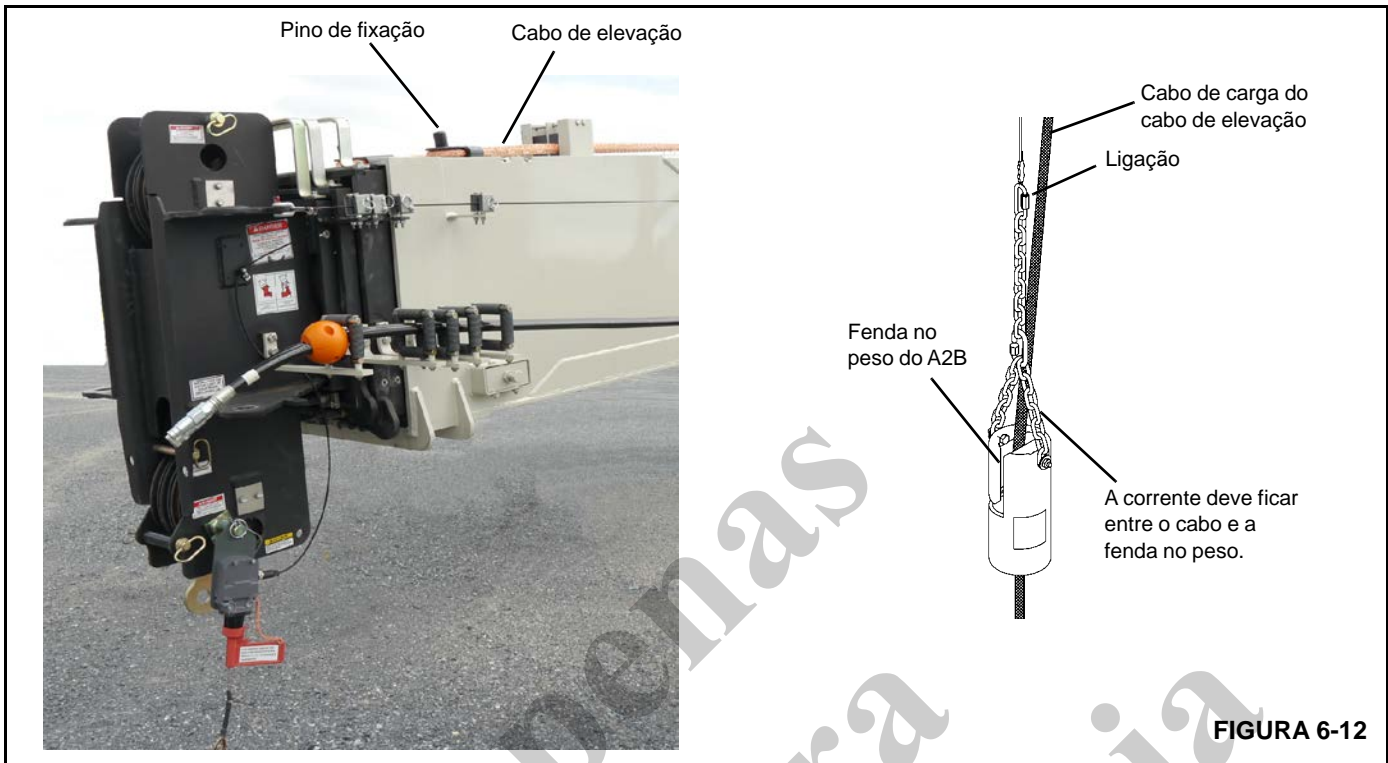

FIGURA 6-12
2. Remova o peso do dispositivo anticollisão do moitão (A2B) do cabo de carga (consulte a Figura 6-12).